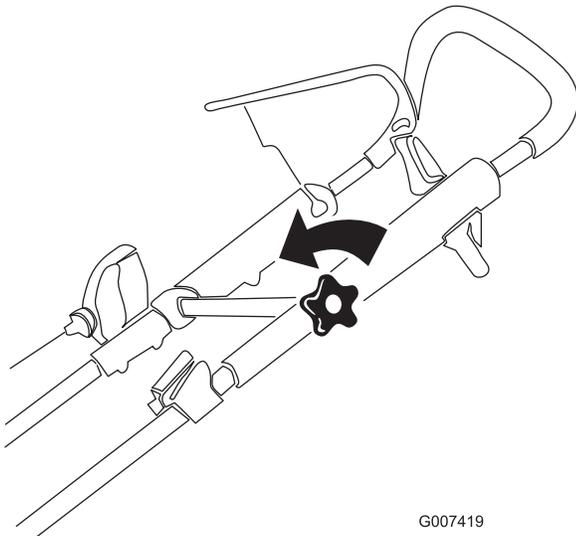

Bild 19
1. Lösen Sie das Handrad des oberen Bügels (Bild 19).
3. Ziehen Sie das Handrad des oberen Bügels fest (Bild 19).